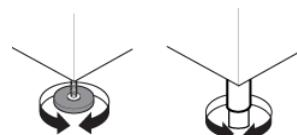

Abb. 5
- 1- Positionieren Sie und gleichen Sie das Gerät durch Drehen der mitgelieferten verstellbaren Schraub-Stellfüße waagerecht aus. (Abb.5)